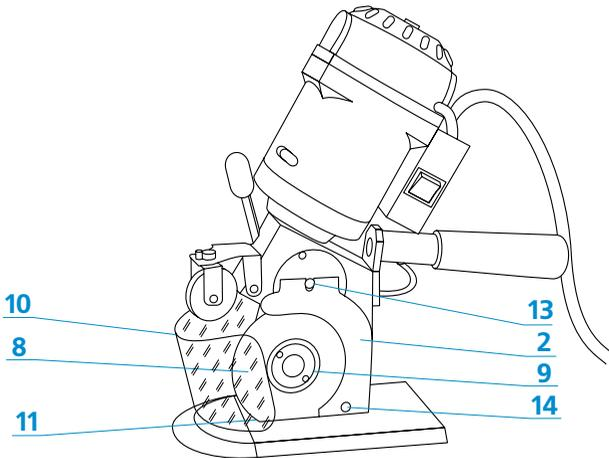

Рис. 4
Для того, чтобы демонтировать нож (рис.4) нужно поднять переднюю защиту (10) полностью вверх, освободить винт (13), открутить винт (14) и снять защиту ножа (2).